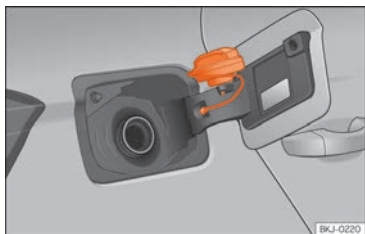

Abb. 181 Tankklappe mit aufgestecktem Tankverschluss.
- Platzieren Sie den Verschluss in der Ausparung, die sich im Scharnier der geöffneten Tankklappe befindet » » **Abb. 181**.